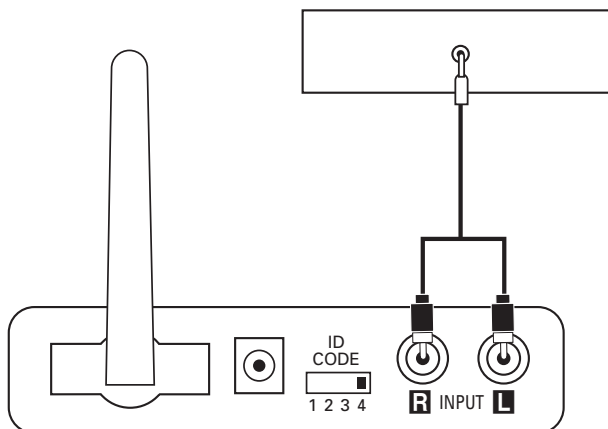

Figura 5.
**Paso 1.** Conecte el cable RCA–mini jack 3,5mm (1/8") (incluido) entre las salidas preamplificadas, de línea o para auriculares de su reproductor portátil de audio y las entradas del módulo transmisor ⑬, tal como muestra la Figura 5.